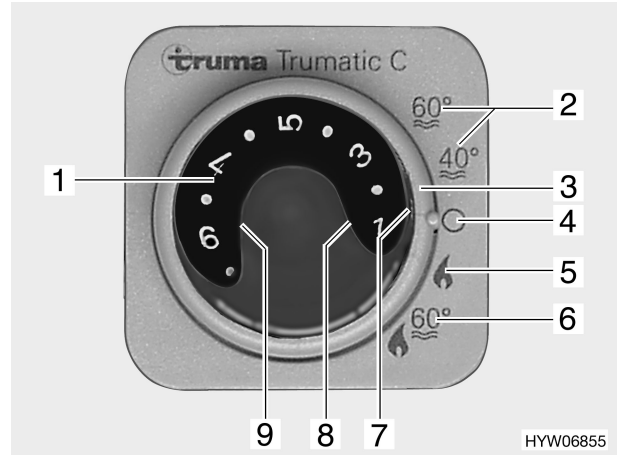

Bild 102 Bedieneinheit für Heizung/Boiler
► Betriebsart mit dem Drehschalter (Bild 102,3) einstellen:
- Sommerbetrieb "40 °C" oder "60 °C" (Bild 102,2)
- Winterbetrieb "Heizung ohne Boiler" (Bild 102,5)
- Winterbetrieb "Heizung und Boiler" (Bild 102,6)
- Aus (Bild 102,4)
Die Heizung wählt nach gewünschter Raumtemperatur selbstständig die benötigte Brennerstufe. Wenn die gewünschte Raumtemperatur erreicht ist, schaltet der Brenner ab. Die Raumtemperatur wird mit dem Temperaturfühler neben dem Control-Panel gemessen. Bei Betriebsart "Heizung und Boiler" (Bild 102,6) wird auch das Wasser im Boiler erhitzt. Die Heizung kann in der Betriebsart "Heizung ohne Boiler" (Bild 102,5) mit leerem Boiler betrieben werden.
- Temperaturdrehknopf (Bild 102,1) an der Bedieneinheit auf gewünschte Raumtemperatur stellen.
- Drehschalter (Bild 102,3) auf Winterbetrieb "Heizung ohne Boiler" oder auf Winterbetrieb "Heizung und Boiler" stellen.
Grüne Kontroll-Leuchte (Bild 102,7) leuchtet.
- Drehschalter (Bild 102,3) auf "Aus" (Bild 102,4) stellen.